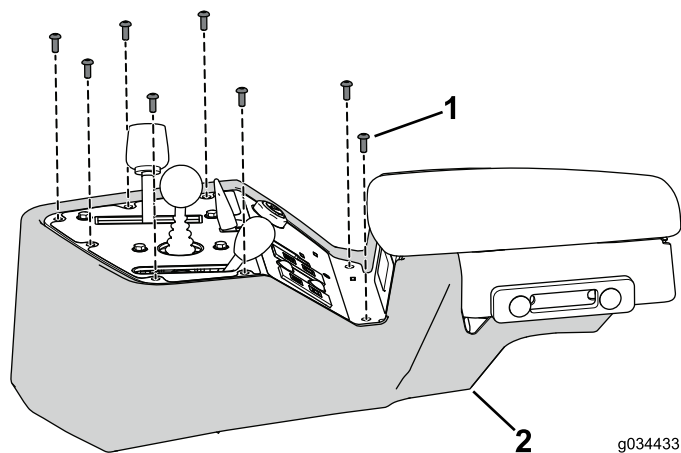

図 32
1. コンソールカバーをコンソールアセンブリに固定する先ほど外したボルト8本を使う 図 32。